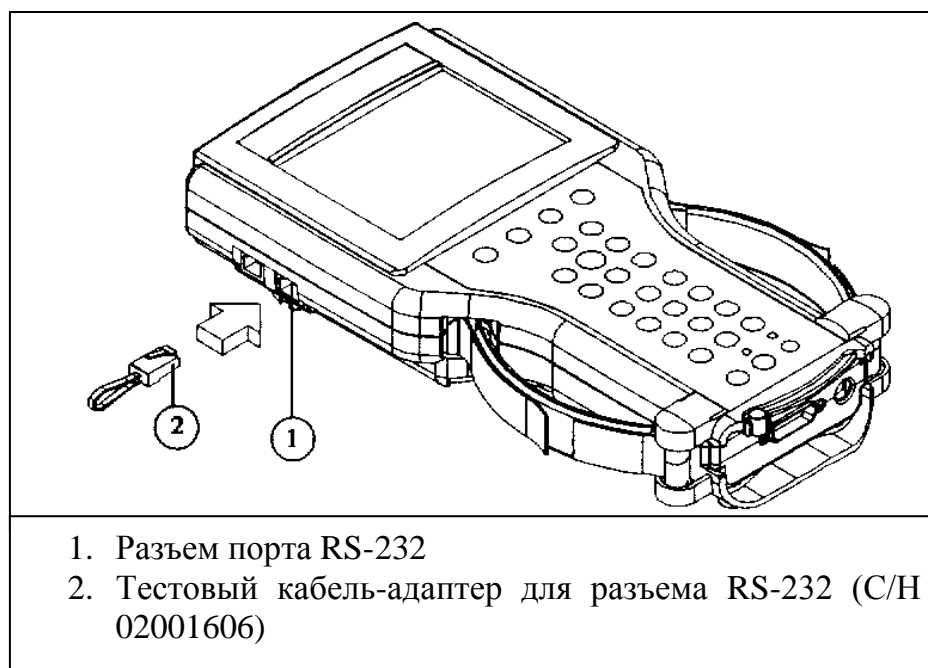

Рисунок 3-2
1. Достаньте адаптер RS-232 (С/Н 02001606) из кейса (С/Н 3000166). Установите в порт RS-232 (процедуру установки смотрите на рис. 3-2).